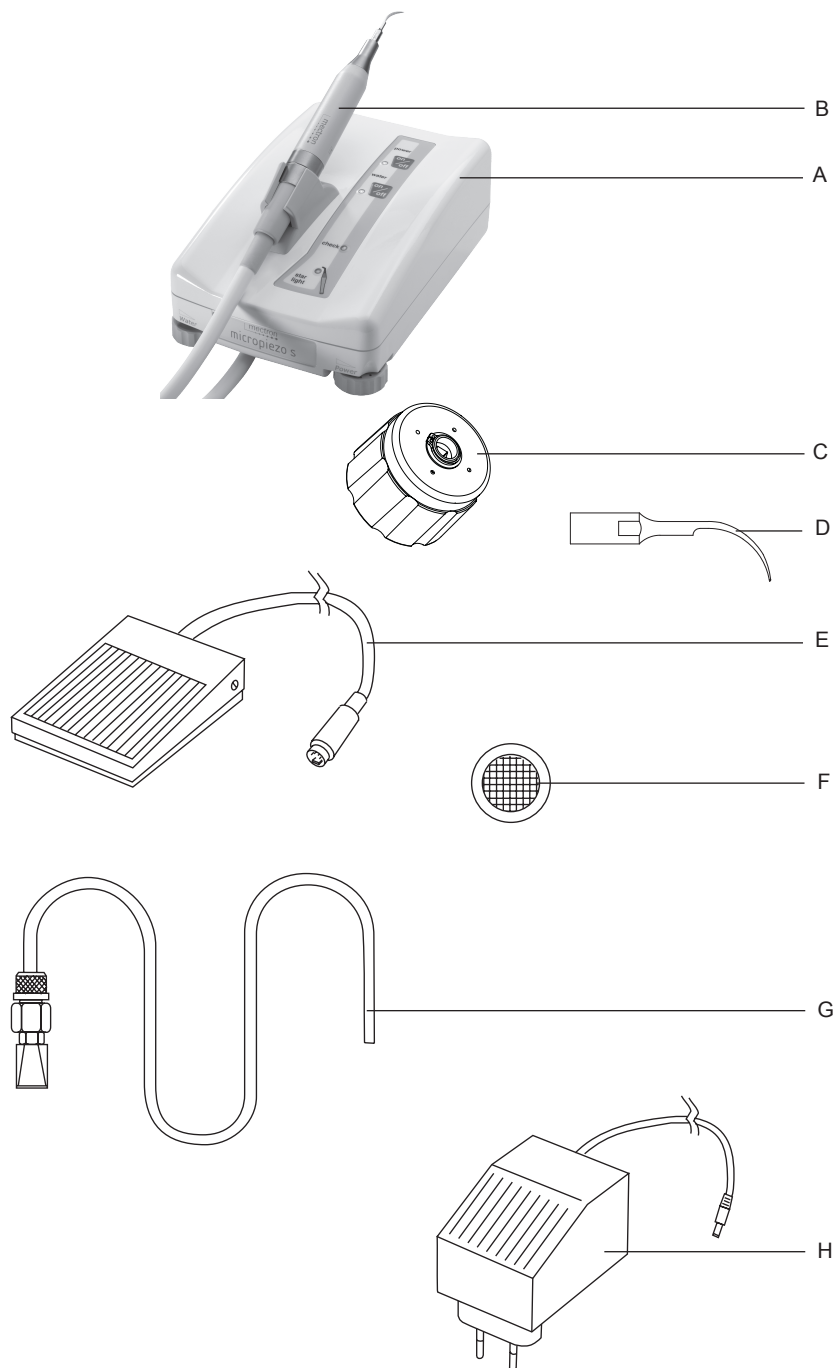

Fig. 3
- 1 Corpo apparecchio (Fig.3 - Rif.A).
- 1 Manipolo ablatore (Fig.3 - Rif.B).
- 1 Chiave dinamometrica K6 (Fig.3 - Rif.C).
- 2 Inserti per detartrasi (Fig.3 - Rif.D).
- 1 Pedale con cavo e spinotto (Fig.3 - Rif.E).
- 1 Filtro di ricambio per circuito acqua (Fig.3 - Rif.F).
- 1 Tubo di alimentazione acqua con innesto rapido estremità lato apparecchio (Fig.3 - Rif.G).
- 1 Alimentatore elettrico da presa munito di cavo e spinotto (Fig.3 - Rif.H).
Il pedale (Fig.3 - Rif.E) per il consenso.